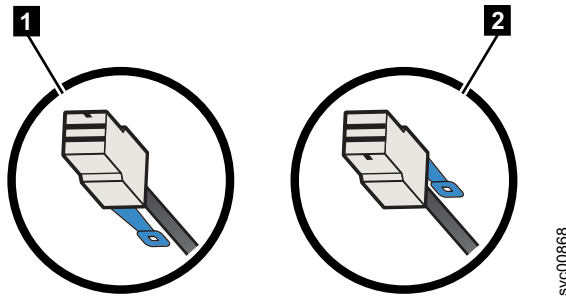

図 116. SAS ケーブル・コネクターの向き
- Storwize V7000 Gen2 コントロール・エンクロージャーまたは Storwize V7000 Gen2+ コントロール・エンクロージャー、および 拡張エンクロージャーまたは 2145-12F 拡張エンクロージャーの場合、青色のプルタブはケーブルの下側になければなりません (134 ページの図 116 の **1**)。
- 2076-92F エンクロージャーの場合、青色のプルタブはコネクタの上側になければなりません (図 116 の **2**)。